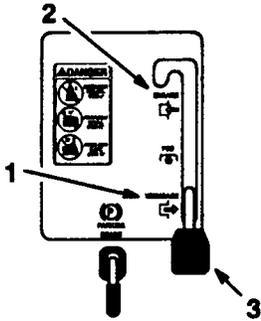

Figure 7
- Mettre la commande de hauteur de coupe (relevage de l'unité de coupe) sur DISENGAGED (DEBRAYEE) (Fig. 7).